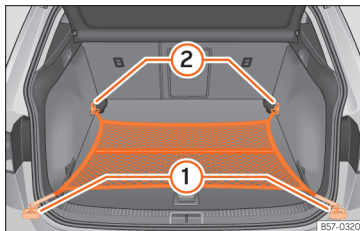

Abb. 178 Im Gepäckraum: flach eingehängtes Gepäckraumnetz.
- Heben Sie ggf. die vorderen Verzurrsen » **Abb. 178 (2)** an.
- Hängen Sie die Haken in die Verzurrsen (2) ein » **Abb. 178 (2)**. Der Reißverschluss des Gepäckraumnetzes muss dabei nach oben zeigen.
- Hängen Sie die Haken in die Verzurrsen (1) ein.